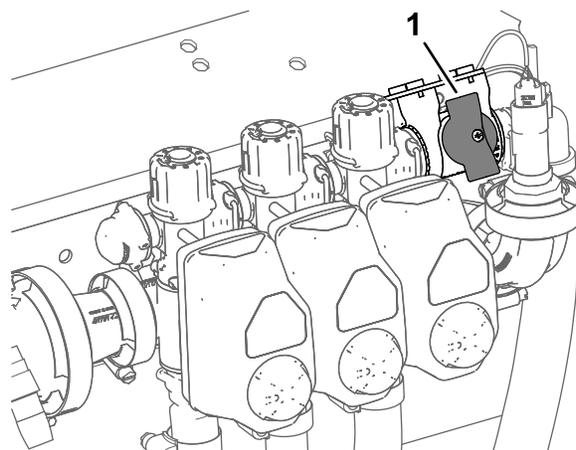

Figure 46
- Tournez la vanne de coupure de dérivation de section à la position fermée (Figure 46).